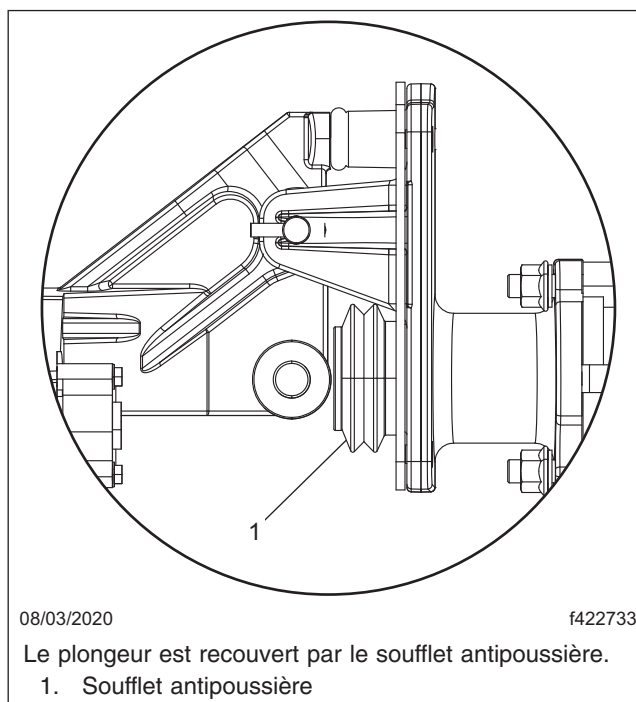

Fig. 6, Soufflet antipoussière
9. Conservez le soufflet antipoussière et le plongeur (recouvert par le soufflet anti-poussière) du bloc pédale de frein, afin de pouvoir les réutiliser plus tard. Reportez-vous à la Figure 6.